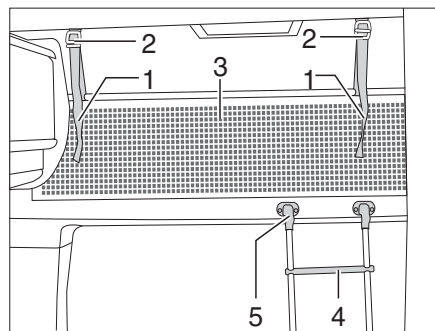

Fig. 139 Cama de alcoba
Para subir a la cama de alcoba, utilizar la escalera de ascenso (Fig. 139,4) equipada de serie.
- Enganchar la escalera con los largueros en el soporte (Fig. 139,5) del panel de la alcoba.
La red de seguridad (Fig. 139,3) viene de serie entre el colchón y el somier. Tender la red de seguridad cuando las personas ya se encuentren en la alcoba.
- Engatillar las cintas de sujeción (Fig. 139,1) en los soportes en el techo (Fig. 139,2).